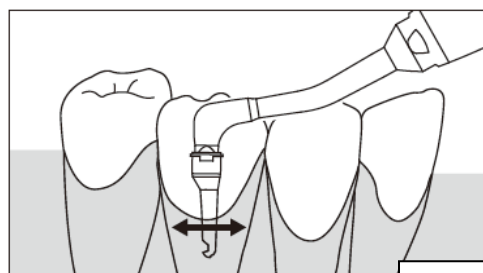

Рис. 6
- 3) Insert the Nozzle Tip into a periodontal pocket by 3 mm or more (Fig. 6).
- 3) Вставьте носик к периодонтальный карман на 3 мм или более (Рис.6).